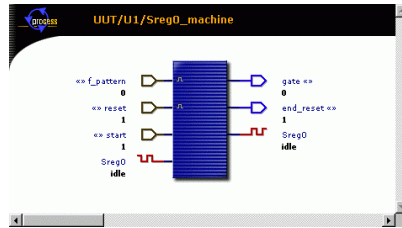

Рисунок 2.36 – Вікно Data Flow. Процес UUT/U1/Sreg0_machine
- 2.2.7.4 Для того, щоб слідувати далі у напрямі розповсюдження сигналу **reset**, виберіть правий компонент **UUT/U1/Sreg0_machine**. Як було сказано, сигнал **reset** поступає на вхід **reset** діаграми переходів автомата **control (Sreg0_machine)**. Автомат має три виходи. Поточні значення сигналів відображаються у вікні **Data Flow** (рис.2.36).